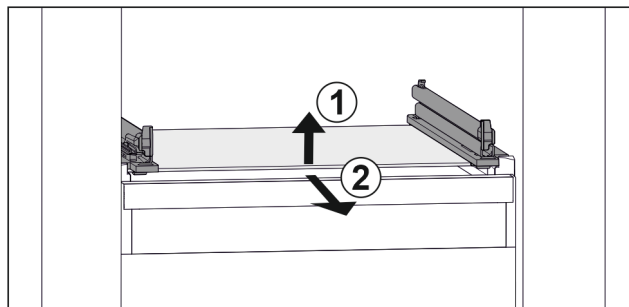

Fig. 77 Příklad znázornění skleněné desky
- ▶ Nadzvedněte skleněnou desku vpředu. Fig. 77 (1)
- ▶ Vyjměte skleněnou desku dopředu. Fig. 77 (2)